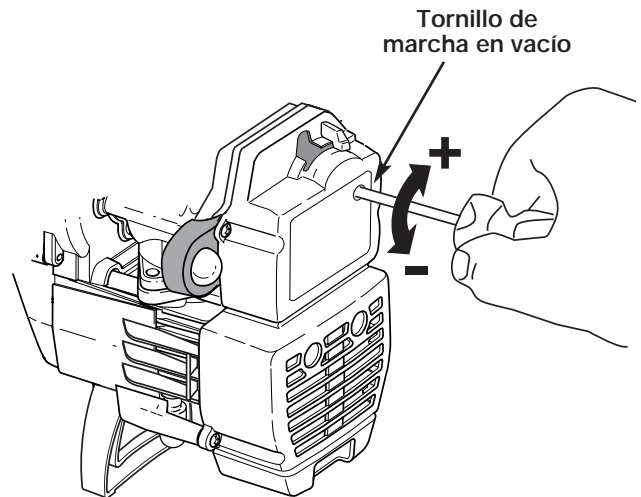

Figure 28
La velocidad lenta del motor puede ser ajustada por la cubierta del silenciador / filtro de aire (Fig. 28).
2. Suelte el gatillo del regulador y deje que el motor funcione en marcha lenta. Si el motor se para, inserte un pequeño destornillador Phillips o de vástago plano en el orificio de la cubierta del silenciador / filtro de aire (Fig. 28). Gire el tornillo de marcha lenta en sentido horario, de a 1/8 de vuelta por vez (según sea necesario) hasta que el motor funciona en mínima.